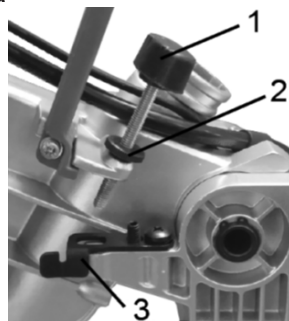

рис.5
- при необходимости, регулировка глубины пропила осуществляется специальным регулировочным болтом (рис.5 поз.1) с фиксацией выбранной величины с помощью контргайки (рис.5 поз.2).